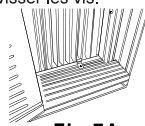
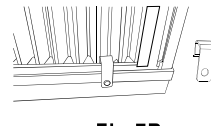

Fig. 7A
Fig. 7B
A. Placez le verrou du cadre entre les rallonges du cadre et le seuil de la fenêtre, comme démontré (fig. 7). (Fig. 7A: fenêtre en bois ; Fig. 7B: fenêtre revêtue de vinyle)